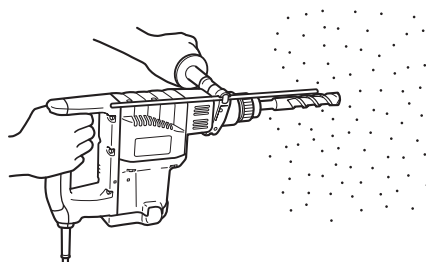

Fig. 6
- (1) Monter le forêt de perçage.
- (2) Tirer l'interrupteur de déclenchement après avoir appliqué la pointe du forêt sur la position de perçage désirée. (Fig. 6)
- (3) Il n'est pas du tout nécessaire d'appliquer une forte pression sur le marteau rotatif. Il suffit d'appliquer une légère pression de manière à ce que la poussière et les éclats soient déchargés progressivement.
- Quand le forêt de perçage touche une poutre en fer, la mèche s'arrête immédiatement et la perceuse réagit en tournant. Par conséquent, tenir fermement la poignée principale et la poignée latérale, comme indiqué à la Fig. 6.